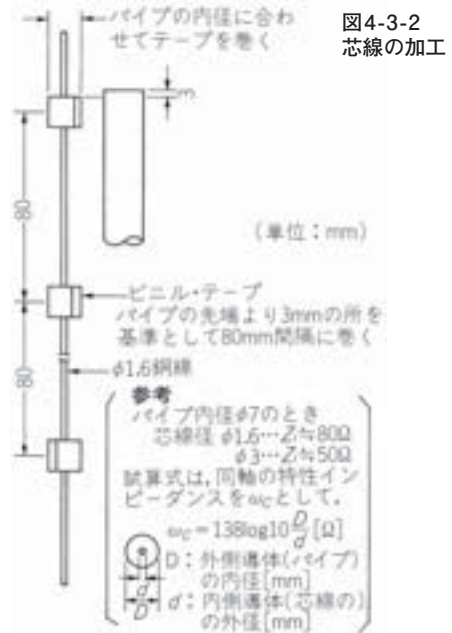
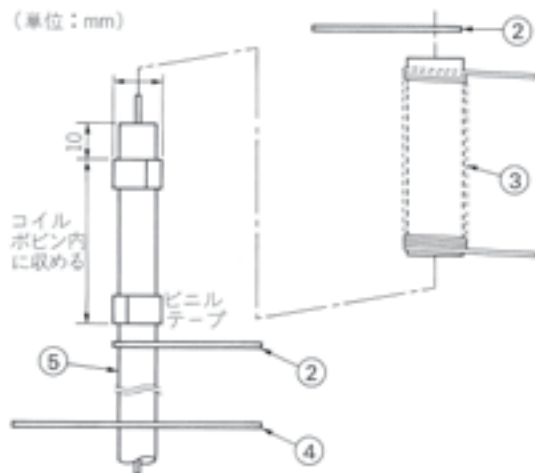

図4-3-2
図4-3-5 コイル・ボビンの実装
このアンテナの大きな特徴は、後出の図4-3-5のように、給電部までの同軸パイプの外側にコイルを巻くことで、同軸の外部導体をベースとして、コイル、エレメントA、Bからなる電極間容量を利用す
- ② 図4-3-2は同軸パイプの芯線加工のようすです。曲げないように注意します。なお、芯線に3mm径を用いるとインピーダンスは約50Ωとなりますが、材料の都合で1.6mm径のメッキ線を用い
- ① コネクタの爪をヤスリで削り、図4-3-2の芯線をコネクタの中心部にはんだ付けします。その際、必ず上部のビニル部分が銅パイプのトップより2~3mmほど下になるようにします(防水処理が楽になる)。
- ② φ10mmの銅パイプに上記の芯線を通してコネクタ部のはんだ付けをします。次にコネクタの外筒部もはんだ付けします。
- ③ コイル・ボビンの実装は、図4-3-5をご覧ください。⑤の同軸パイプに④のスペーサBおよび、②のスペーサA(コイルの下側)を瞬間接着剤で固定しますが、各スペーサのエレメント用の穴